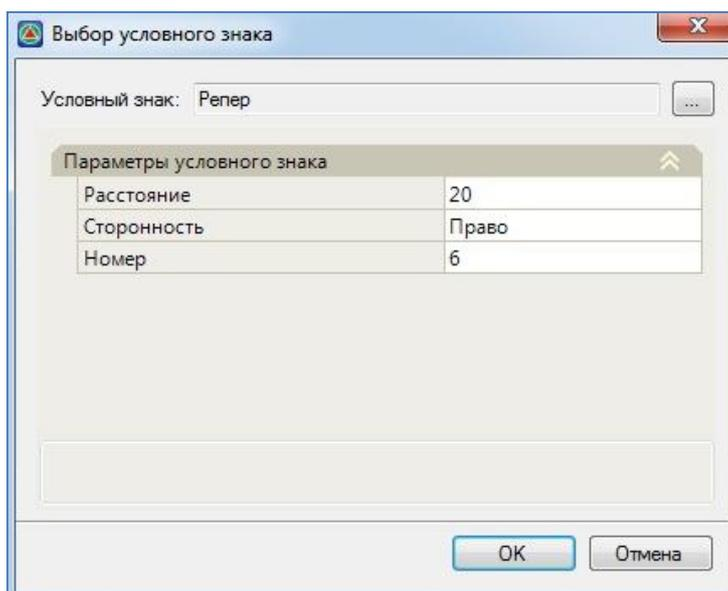

Рис.6.11. Условный знак *Репер* в окне *Выбор условного знака*
- в поле *Условный знак* вызовите окно *Выбор условного знака* и в нем откройте окно *Выберите объект*. Выберите нужный УЗ и нажмите ОК (для УЗ Репер в окне *Выбор условного знака* введите *Расстояние*, *Сторонность* и *Номер*, как показано на рис.6.11);